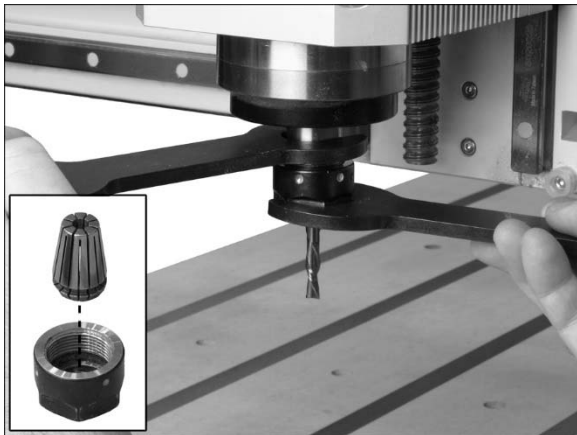

Figura 9-3
3. Asegúrese de que el collar provisto esté limpio, e insértelo en la tuerca del huso (Figura 9-3). Ejerza presión hasta que encaje en posición.